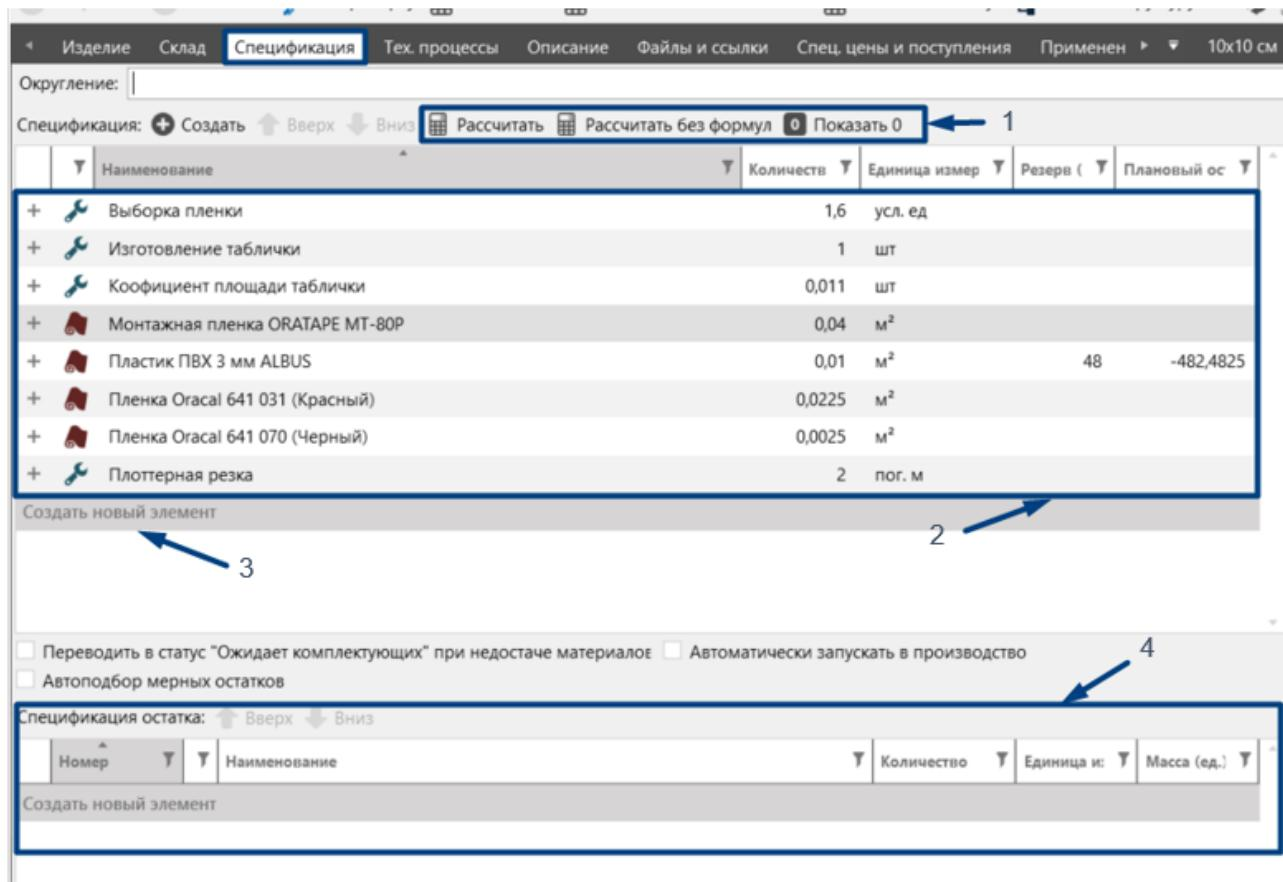
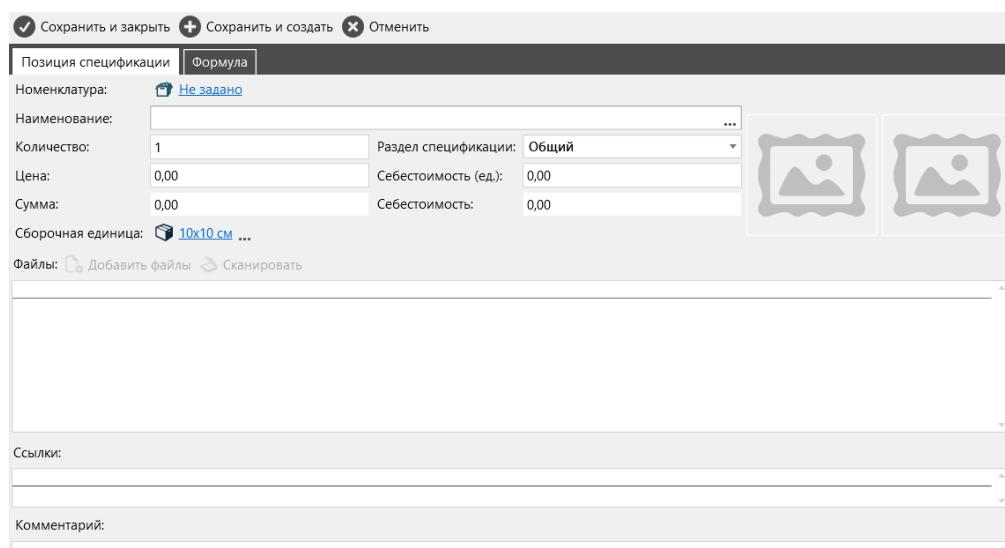

Рис. 33
Рис. 38
Вкладка «Спецификация» содержит ряд свойств и информацию о спецификации Номенклатурной позиции (Рис. 33).
- выбрать команду «Создать» рядом с полем «Спецификация» (Рис. 33). Откроется окно объекта «Спецификация», в котором нужно заполнить предложенные поля (Рис. 38).